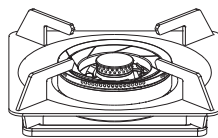

图4
- 安装好燃烧器后，再将锅支架平稳安装在盛液盘上。（见图4）